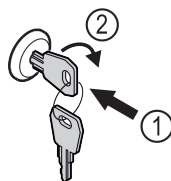

Fig. 129
- ▶ Įspauskite raktą Fig. 129 (1).
- ▶ Pasukite raktą 90° pagal laikrodžio rodyklę Fig. 129 (2).